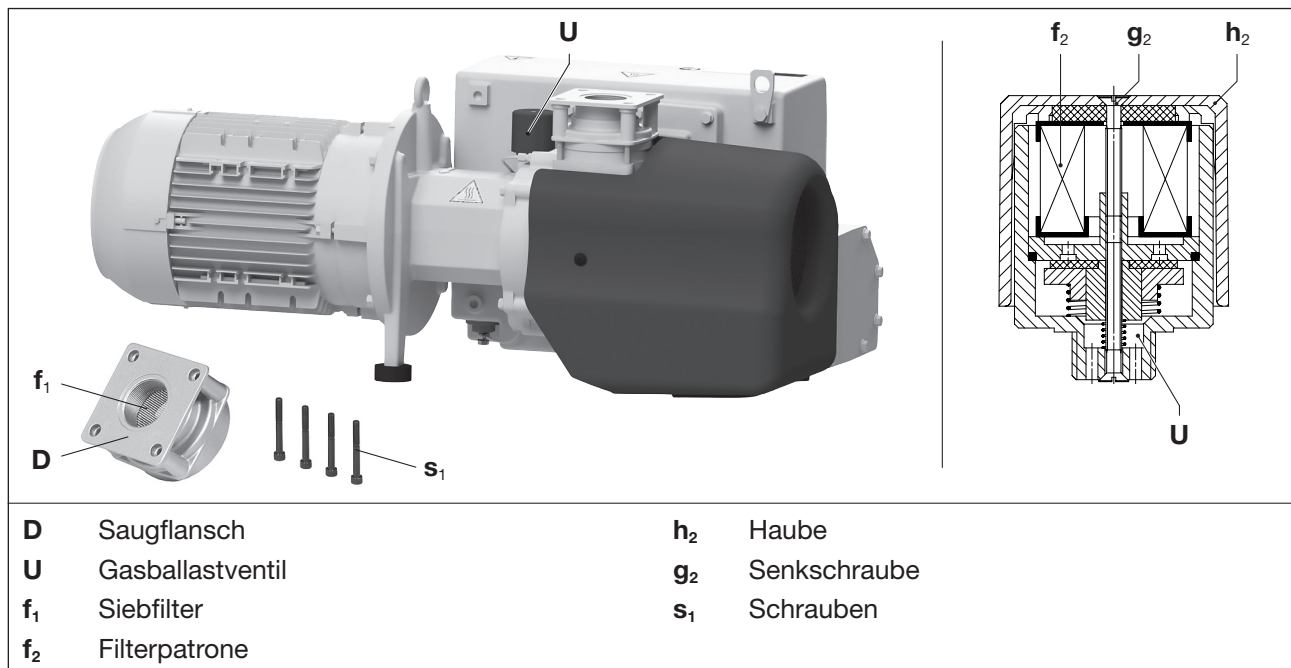

Abb. 6 Siebfilter und Gasballastventil
Siebfilter (Abb. 6/f,) ist je nach Verunreinigung des abgesaugten Mediums mehr oder weniger oft durch Auswaschen bzw. Ausblasen zu reinigen oder zu ersetzen.
- Saugflansch (Abb. 6/D) nach lösen der Schrauben (Abb. 6/s,) abnehmen.
- Siebfilter (Abb. 6/f,) reinigen.
- Saugflansch (Abb. 6/D) aufsetzen und mit den Schrauben (Abb. 6/s,) befestigen. Anzugsmoment: 25 Nm
Die Pumpen arbeiten mit einem Gasballastventil (Abb. 6/U). Die eingebaute Filterpatrone (Abb. 6/f2) ist je nach Verunreinigung des durchströmenden Mediums mehr oder weniger oft zu reinigen.
- Durch Lösen der Senkschraube (Abb. 6/g2) und Entfernen der Kunststoff-Haube (Abb. 6/h2) können die Filterteile zur Reinigung herausgenommen werden.
- Die Filterpatrone (Abb. 6/f2) durch Ausblasen reinigen oder ersetzen.
- Filterpatrone (Abb. 6/f2) in das Ventil einsetzen, Kunststoffhaube (Abb. 6/h2) aufsetzen und mit der Senkschraube (Abb. 6/g2) befestigen. Schraube handfest anziehen.